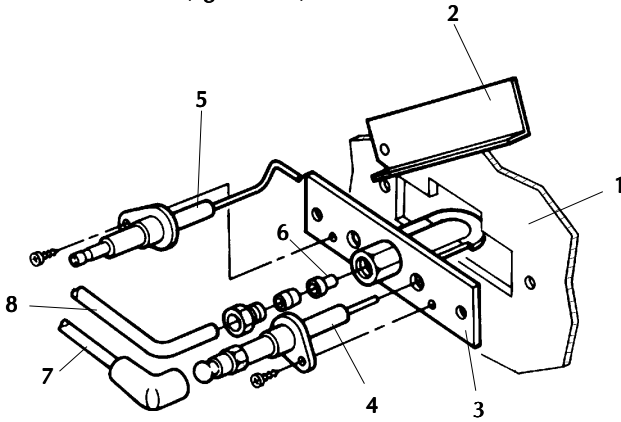

Fig. 8a
6.03 Pilot burner unit (fig. 8a - 8b)